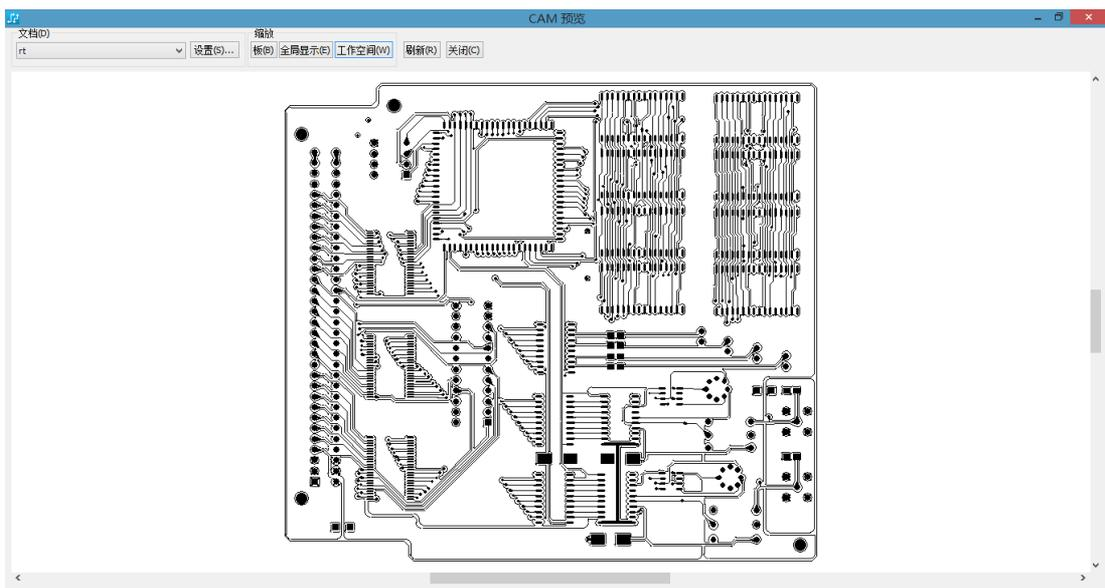

图 16-4 “CAM 预览”窗口
(4) 添加与删除 这两个按钮用于增加和删除“文档名称”列表框中的 CAM 文件。
(5) 编辑 该按钮用于更改各个 CAM 文件的输出参数设置。
(6) 上与下 这两个按钮用于调整“文档名称”列表框中 CAM 文件的顺序，也就是调整 CAM 文件输出的顺序。
(7) 导入 该按钮用于从文件夹中导入 CAM 文件。
(8) 导出 该按钮用于导出 CAM 文件到文件夹中保存。
(9) 运行 选择“文档名称”列表框中的所有 CAM 文件，单击“运行”按钮，PADS 会自动按顺序输出所有设定的 CAM 文件。
(10) 预览 在如图 16-4 所示的“CAM 预览”窗口的“文档名称”列表框中选择相应的 CAM 文件，然后单击“预览”按钮，即可预览该 CAM 文件输出数据。
4) “预览选择”按钮：单击该按钮，弹出如图 16-4 所示的“CAM 预览”窗口，显示相应的 CAM 输出数据。
完成布线顶层的光绘文件输出后,单击该对话框中的“预览”按钮,弹出如图 16-4 所示的窗口,用户可以通过该窗口预览“Top”层 CAM 输出的图形效果,发现错误及时修改后,再重新单击“运行”按钮生成 CAM 输出文件。